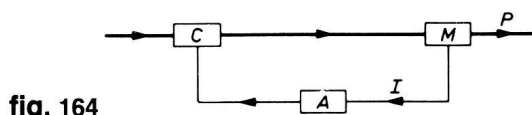

fig. 164
I alle kontrollsystemer, eller som vi sier «måle- og reguleringskretser», føres informasjonen om resultatet i en prosess tilbake til et punkt der resultatet kan påvirkes. En prosesskontroll er derfor alltid en sluttet krets – der en strøm av informasjon og en strøm av resultater er koplet sammen. Slutten av prosessen kan derfor påvirke starten av prosessen gjennom en måleinnretning (M), en forsterker (A) og en kontrollenhet (C) (fig. 164). Vi kan bygge et enkelt eksempel på en slik